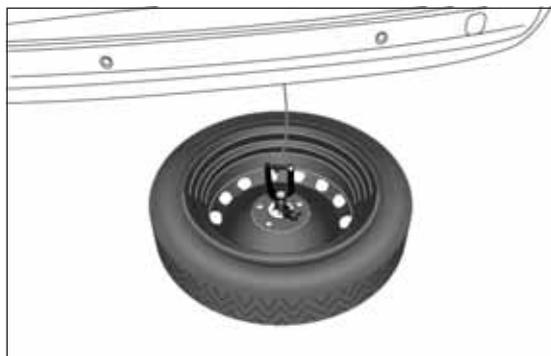

fig. 30
- utilizar la llave para llevar la rueda fuera del vehículo fig. 30;